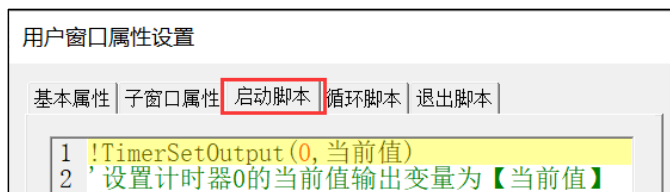

图 11.11-8 窗口启动脚本
- ① 首先在实时数据库中新建 2 个浮点型变量【当前值】和【重置当前值】。
- ② 进入用户窗口 0，双击窗口空白处，将窗口的启动脚本设置如图 11.11-8 所示：